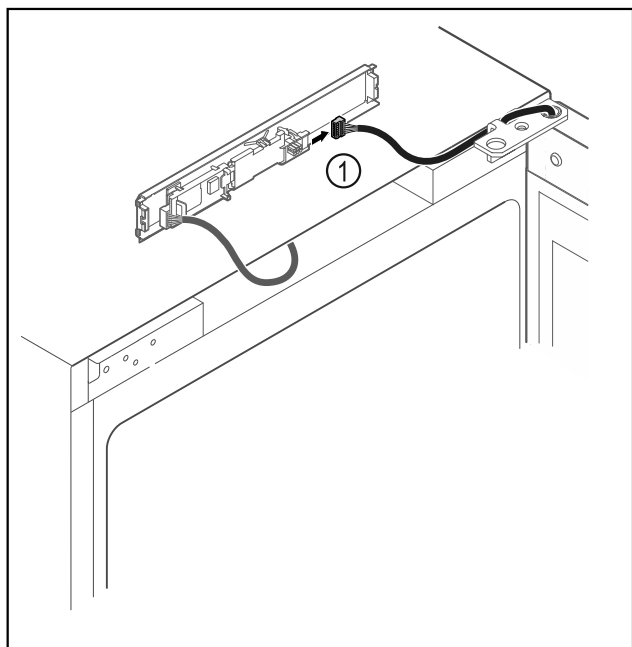

Fig. 18
- Trekk ut pluggen Fig. 18 (1) fra kretskortet.